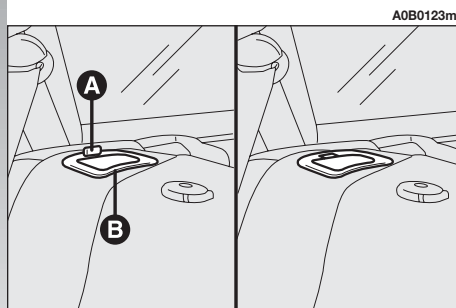

fig. 46
L'accrochement correct du dossier est garanti lorsque le bouton (A-fig. 46) situé près de chaque poignée (B) est rentré dans la poignée même.